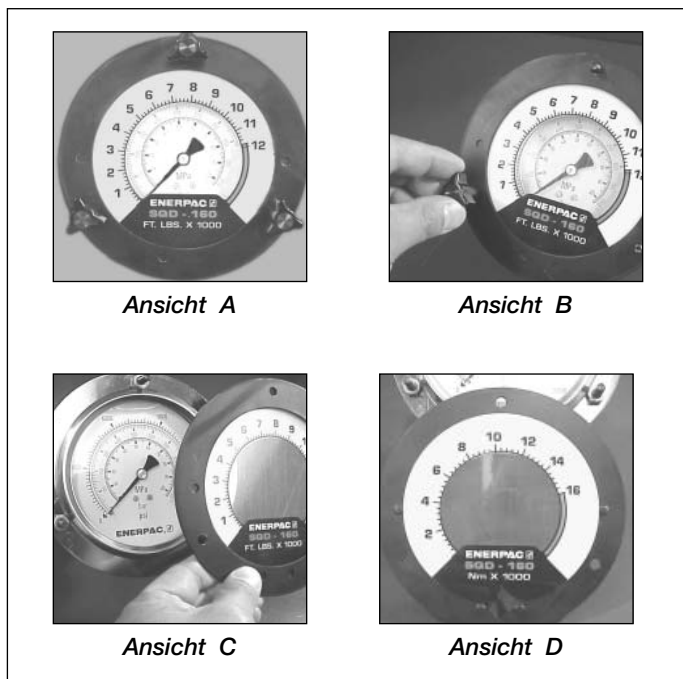

Abb. 10, Anbringen der Auflage
Die Pumpe wird mit einem eingebauten Manometer geliefert. Für Ihre Bequemlichkeit werden Drehmomentauflagen mit jeder Pumpe geliefert. Eine Drehmomentauflage passt über die Skala des Manometers und wandelt die Druckanzeigen problemlos in Drehmomentanzeigen um (siehe Abb. 10, Ansicht A). Die Auflage hat englische Maßeinheiten (Ft-Lbs.) auf einer Seite und metrische Maßeinheiten (Nm) auf der anderen Seite. Um die Skalen zu wechseln, drehen Sie die Auflage einfach um.
1. Entfernen Sie die drei schwarzen Flügelknöpfe, die den vorderen Manometerflansch halten (siehe Abb. 10, Ansicht B).
2. Entfernen Sie den vorderen Flansch und die Auflage (siehe Abb. 10, Ansicht C).
3. Setzen Sie eine neue Auflage (denken Sie daran, zu überprüfen, ob es die richtige Auflage für den verwendeten Enerpac-Drehmomentschlüssel ist) auf den Flansch und richten Sie dabei die Auflage mit den Vertiefungen an der Rückseite des Flansches aus (siehe Abb. 10, Ansicht D).
4. Stecken Sie den Flansch auf die Knopfstifte, während Sie die Auflage hinter den Flansch halten (siehe Abb. 10, Ansicht C), positionieren Sie die Auflage bei Bedarf neu und befestigen Sie die Knöpfe handfest (siehe Abb. 10, Ansicht B). Der Flansch drückt die Auflage auf das Manometer und befestigt sie. In der Anleitung zum Drehmomentschlüssel finden Sie den Druck, der erforderlich ist, um das gewünschte Drehmoment zu produzieren. Beachten Sie, dass der maximale Druck sich für verschiedene Schlüssel und Zubehörteile unterscheidet.